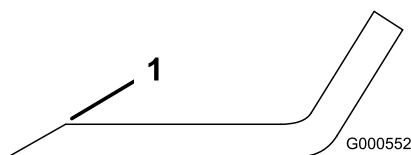

Figure 50
- Au moyen d'une lime, aiguissez les tranchants aux deux extrémités de la lame (Figure 50).
Remarque: Si la lame est déséquilibrée, limez un peu l'extrémité de la partie relevée seulement (Figure 50).